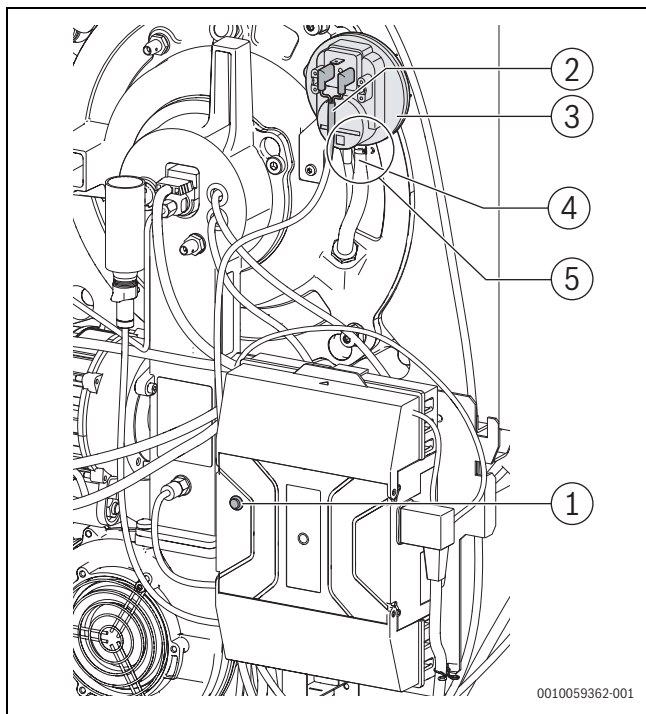

Bild 93 Störung am ADS-Druckschalter zurücksetzen
- Zurücksetzen durch mindestens 5 sec Drücken der Entstörtaste am Feuerungsautomaten (→ Bild 93).
- Bei Teileaustausch im Reparaturfall auf die korrekte Zuordnung der Messleitung gemäß Bild 93 und 94 achten!